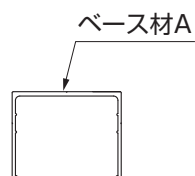
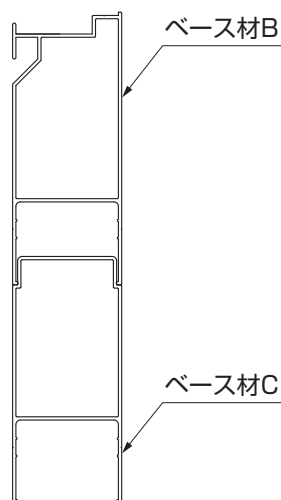

図2-8
図2-9
- ベース材には種類があります。（図2-8、図2-9、図2-10参照）